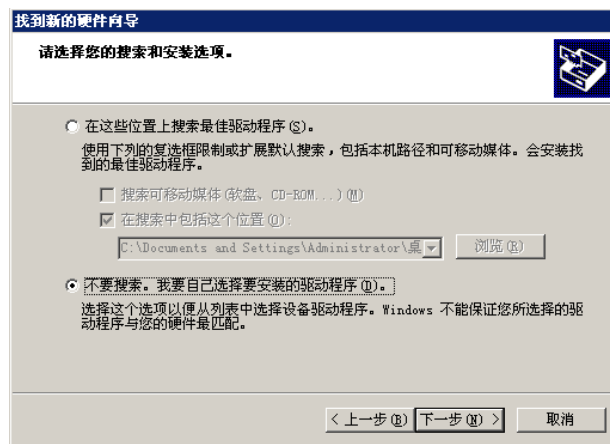

图 3.1.4 驱动安装向导
(3) 选择“不要搜索，我要自己选择要安装的驱动程序”，点击下一步，如图 3.1.4。